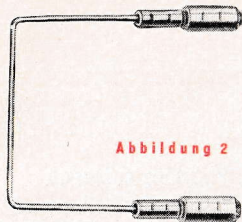

Abbildung 2
tionssperre (13) nach hinten legen. Dadurch wird die Tastatur, die Segmentumschaltung und der Wagen zum Arbeiten freigegeben. Unter Druck auf die Wagenlöser (2 oder 29) ist der Wagen nach links und rechts zu führen. Dabei fallen die in die Wagenschienen eingesetzten Sicherungsbügel (Abb. 2) heraus oder können leicht abgenommen werden.